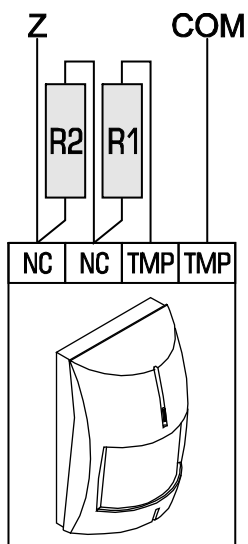

Fig. 9. Weerstanden in 2EOL configuratie.
- Op de INTEGRA 128-WRL hoofdprint, **INT-KSG bediendelen** en op de zone uitbreidingen met firmware versie 4.00 – De waarde van de R1 en R2 weerstanden wordt individueel geprogrammeerd voor de 2EOL zone (zie Fig.9). De weerstandswaarde voor de EOL configuratie is de som van waardes van de R1 en R2.